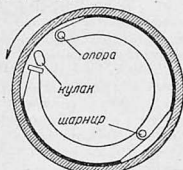

Рис. 1.
1. Работающие по принципу самозаклинивания тормозных колодок согласно схеме, показанной на рис. 1. Они применяются на передних колесах автомобилей ЗИС-5 и ЗИС-101.